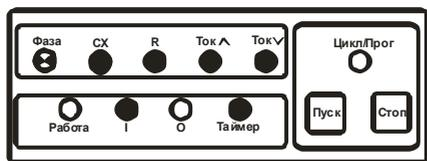

Рис. 10
6.19.1 Для управления уровнем воды в водонапорной башне с помощью электродных датчиков нижнего и верхнего уровней, подключение датчиков нужно выполнить так, как указано на рисунке 11. В первой странице параметров параметры сигналы «I» и «O» программируются в соответствии с п.п. 6.3.4 и 6.3.5 (рис.10):